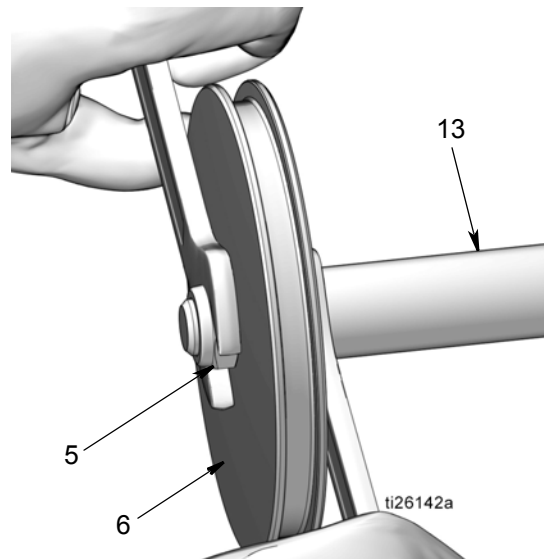

FIG. 49
- Mettre l'écrou (5) sur l'extrémité de la tige de piston (13). Tourner deux clés dans le sens opposé l'une de l'autre pour serrer l'écrou. Poser une clé à fourche sur les méplats de la tige de piston ; la seconde clé est utilisée pour serrer l'écrou (5) comme indiqué à la FIG. 49.